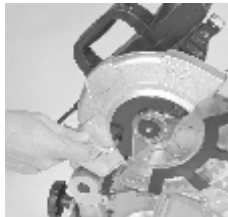

рис. 11.1
- Открутите болт на крышке полотна пилы (рис. 11.1)